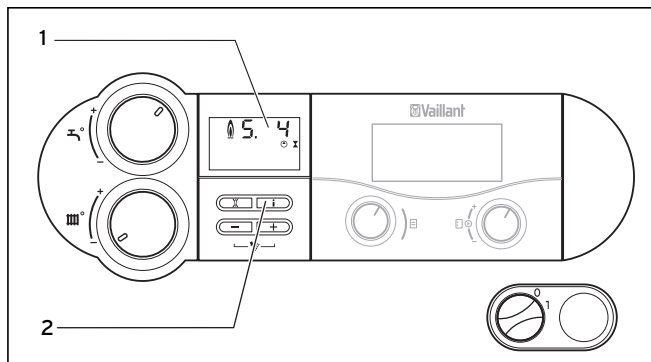

Abb. 6.11 Statusanzeigen
- Aktivieren Sie die Statusanzeigen durch Betätigen der Taste „i“ (2) (Abb. 6.11).
Im Display (1) (Abb. 6.11) erfolgt nun die Anzeige des jeweiligen Statuscodes, z. B. „S. 4“ für Brennerbetrieb. Die Bedeutung der wichtigsten Statuscodes können Sie aus der Tabelle 6.1 entnehmen. Zusätzlich wird die jeweilige Status-Anzeige durch eine Klartextanzeige im Display erläutert.
- Schalten Sie das Display durch nochmaliges Drücken der Taste „i“ (2) (Abb. 6.11) wieder in den Normalmodus zurück.